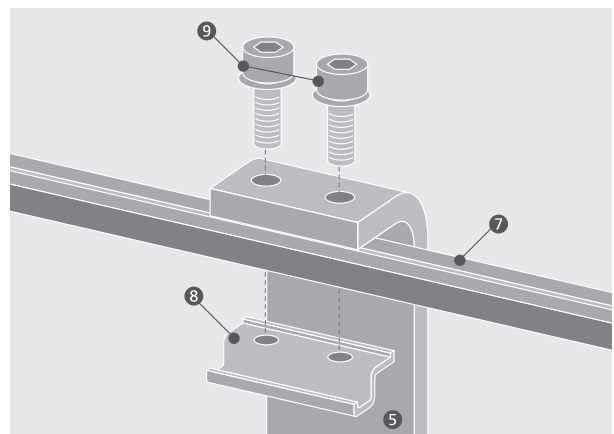

Abbildung 5.9.5
- Auf beiden Seiten der Förderbahn Führungsleisten (7) befestigen. Dazu Krallen (8) mit Zylinderkopfschrauben (9) an den Halterungen (5) befestigen. Führungsleisten dann positionieren und Zylinderkopfschrauben festdrehen. Unterlegscheiben verwenden. Anzugsdrehmoment 8,5 Nm. (Abb. 5.9.5)